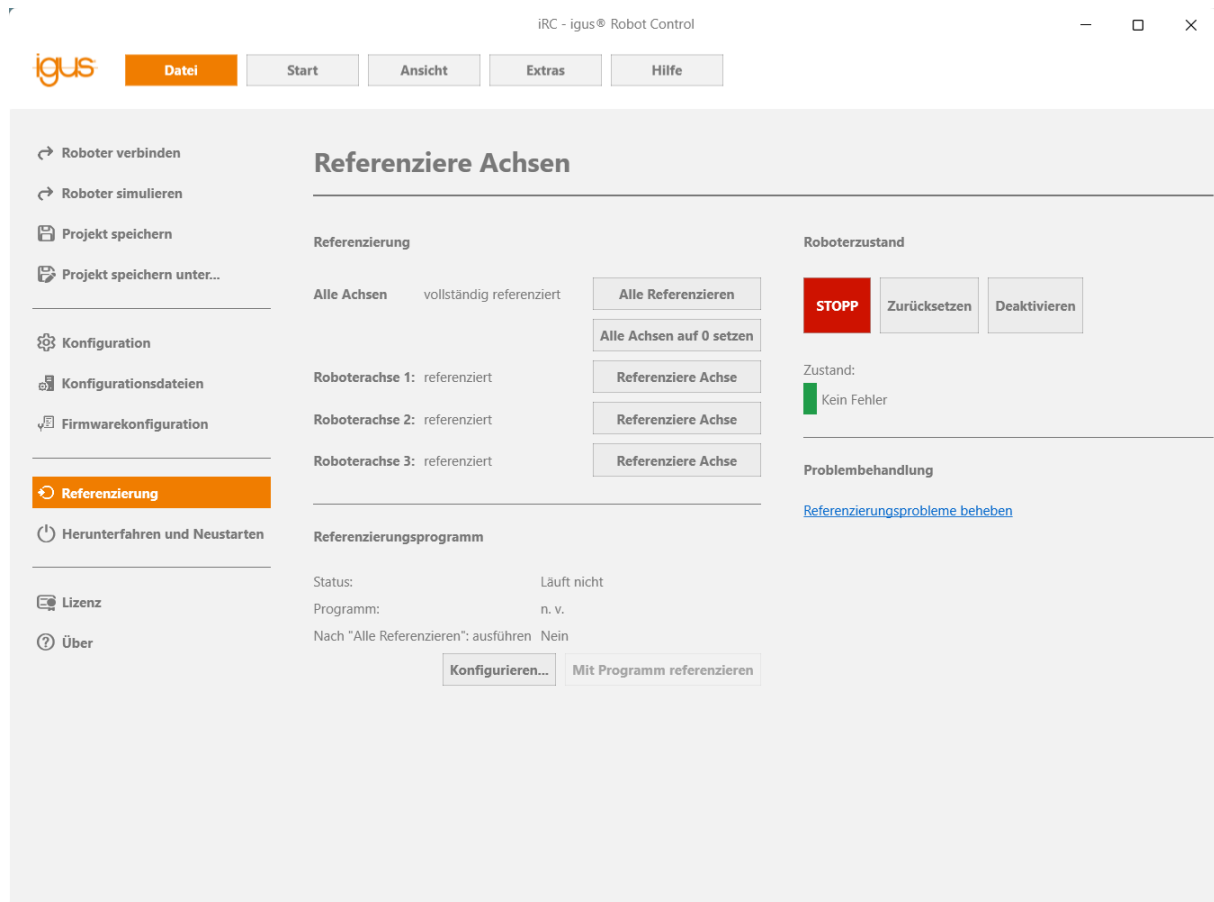

Abbildung 22: Referenzierung der Achsen.
4. Klicken Sie auf die Schaltflächen "Referenziere Achse", um mit der Referenzierung einer Achse zu beginnen, siehe Abb. 22. Mehrere Gelenke können die Referenzierung parallel durchführen.